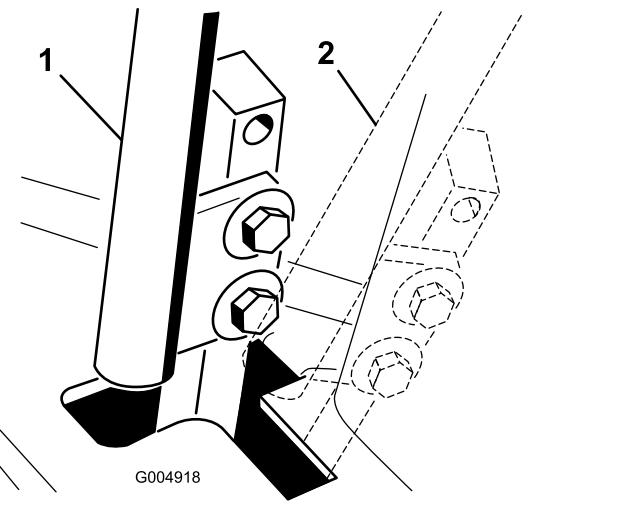

Figura 55
4. Mettete la leva di controllo in posizione di FOLLE senza bloccarla (Figura 55).
6. Controllate dove la leva di controllo corrisponde alla tacca nella consolle (Figura 55).